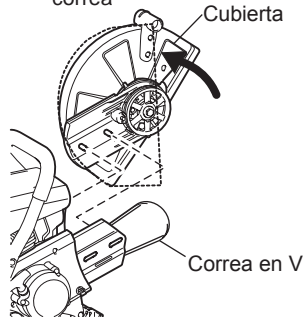

Fig. 2
- (3) Gire la cubierta hasta la posición de la línea discontinua. Retire la correa en V y después extraiga el accesorio de corte del cortador. Reposicione la empuñadura. (Fig. 2)